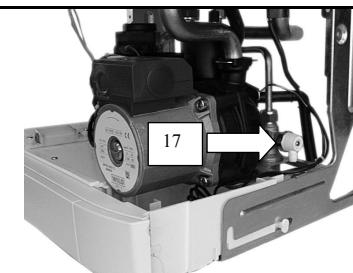

Fig. 8.3
- 2 Open the central heating drain cock (17 in Fig. 8.3).
- 2 Откройте сливной кран системы отопления (17 на рис.8.3).